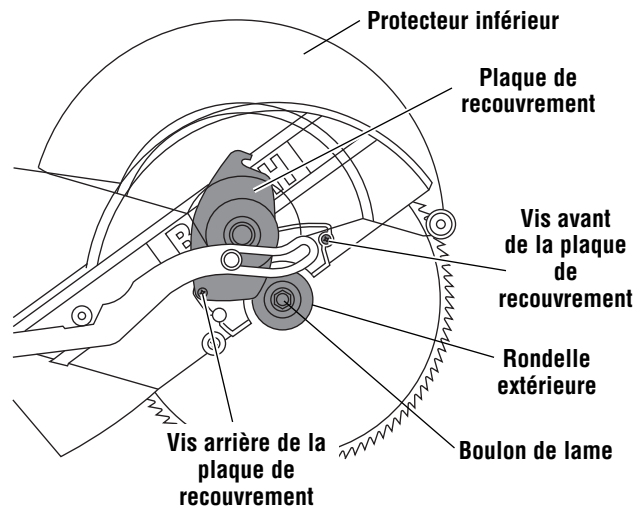

Figure 1. Dépose de la lame
3. Soulevez le capot inférieur et la plaque-couvercle de manière à pouvoir accéder au boulon de lame (Figure 1).